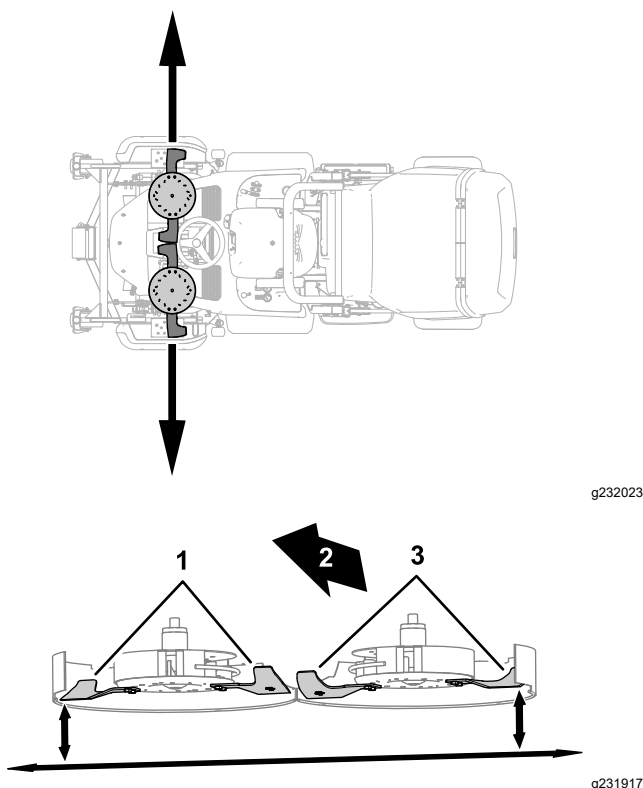

Figura 122
3. Allineate la lama laterale sulla posizione più esterna (Figura 122).
4. Misurate la distanza tra il suolo e il punto più esterno del tagliente della lama con un blocchetto di riscontro (Figura 122).
5. Allineate la lama laterale sull'altro lato del piatto di taglio sulla posizione più esterna (Figura 122).
6. Misurate la distanza tra il suolo e il punto più esterno del tagliente della lama con un blocchetto di riscontro (Figura 122).
8. Misurate il punto più esterno dei taglienti della lama (Figura 122).